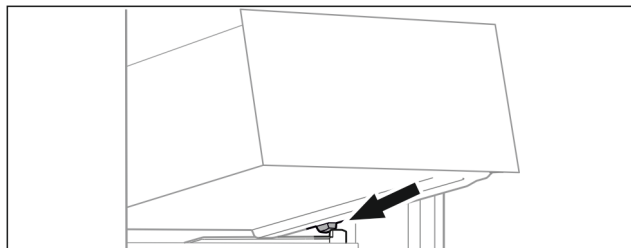

Fig. 63
- ▶ Наклоняя вниз, установите выдвижной ящик за стопору на контейнерное ребро. (см. Fig. 63)